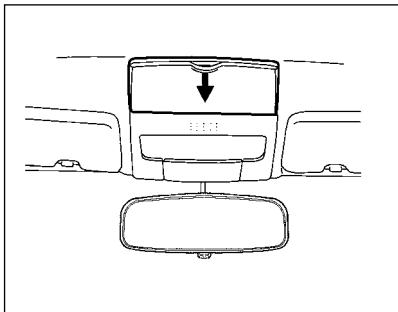

Рис. 20. Контейнер для хранения
**Контейнер для хранения** очков и мелких вещей (рис. 20) расположен над внутренним зеркалом заднего вида. Открывается контейнер путем нажатия на него вниз, закрывается – путем нажатия вверх, до фиксации.